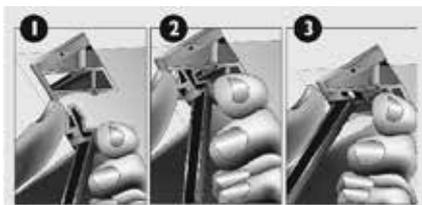

Figura 8
1. Presione con el dedo la parte flexible de los soportes del vidrio (Figura 8, numeral 1).
2. Una vez tenga presionados ambos soportes introduzca la punta de estos en los orificios que están ubicados debajo del panel frontal de la campana, tal como lo indica la figura respectiva y de tal forma que el vidrio quede en posición diagonal hacia afuera como se observa en la (Figura 8, numeral 2).
3. Cuando los soportes estén dentro del orificio de la campana suelte la parte flexible de éstos, permitiendo que el vidrio quede anclado en la campana (Figura 8, numeral 3).